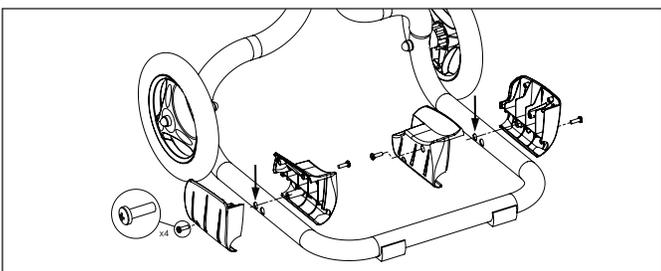

Figure 10. Fixation des blocs d'appui (Polaris 9300 Sport et 9300xi Sport)
8. Fixer les blocs de soutien au boîtier à l'aide des quatre (4) vis, comme illustrées aux figures 10 et 11. Pour que les Polaris 9300 Sport et 9300xi Sport, voir la figure 10 pour l'orientation et le positionnement des blocs.